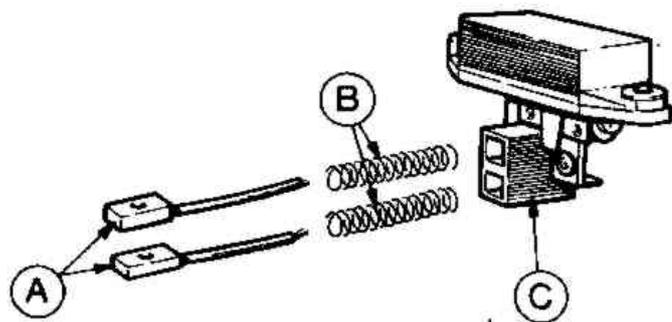

Рис.10.4. Щетки Bosch (А), пружины (В) и щеткодержатель (С) (Разд.11)
5. Установите новые щетки (Рис.10.4) и проверьте, свободно ли они перемещаются в направляющих. Если они заедают, слегка обточите их бархатным напильником.